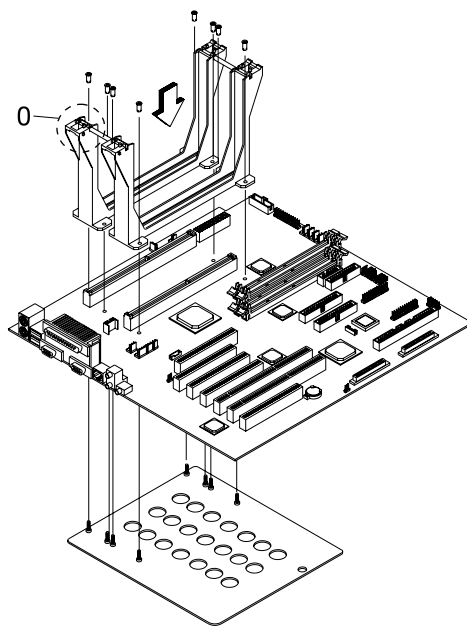

図3-4 メタルプレート
2. 図 3-4 に示すように、システムボード裏側に Slot 2 固定穴に合わせてメタルプレートを取り付けます。